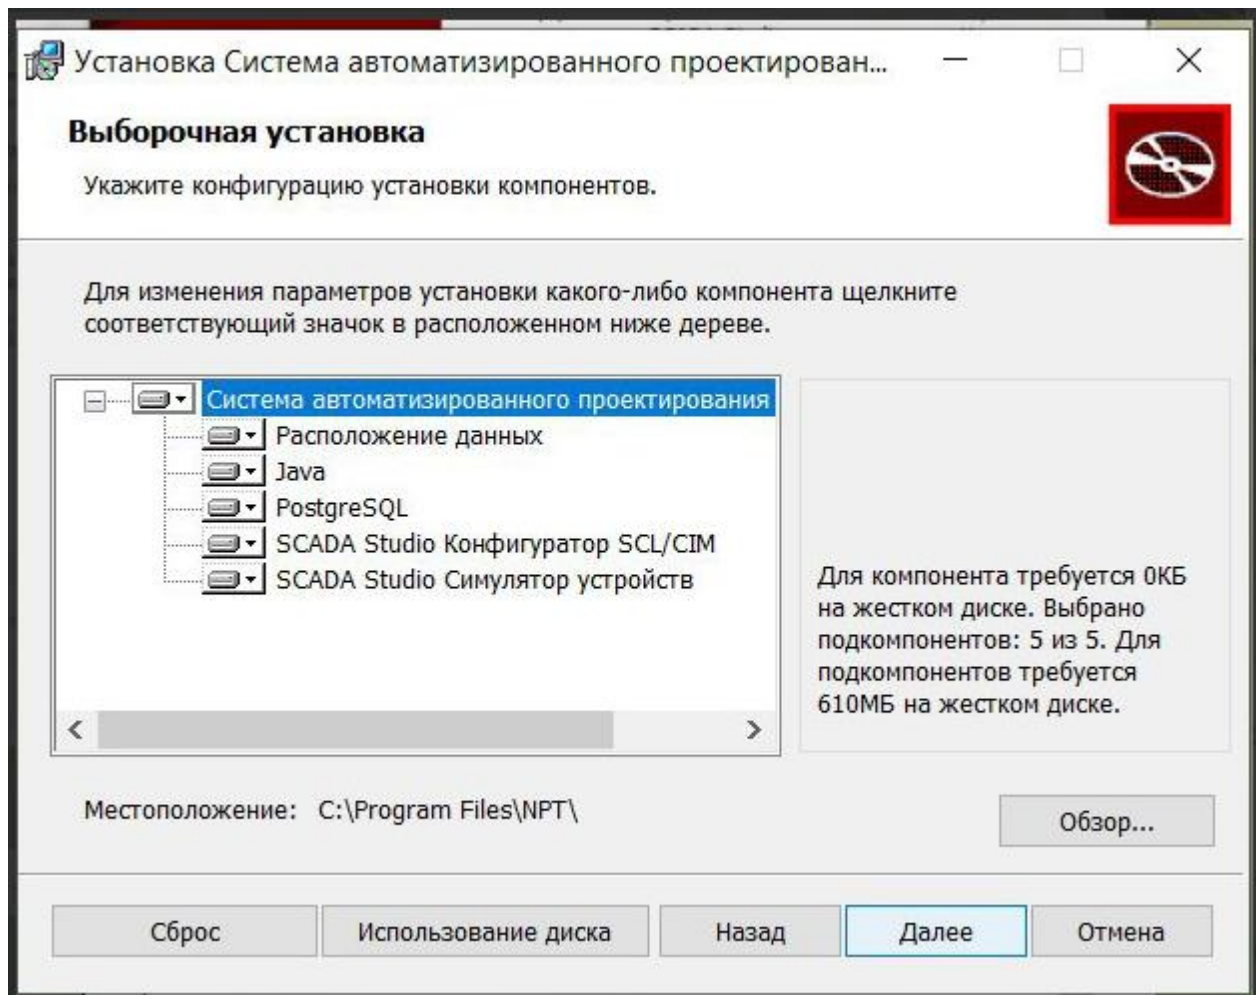

Рисунок 4 – Указание конфигурации установки компонентов
4. Нажать кнопку «Далее» (Рисунок 4).